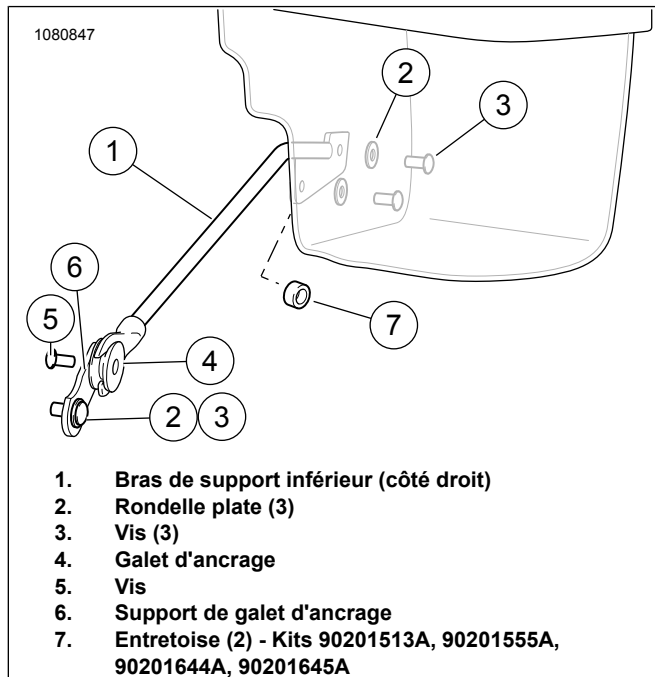

Figure 4. Support de bras inférieur
1. Voir Figure 4 . Appliquer du frein filet sur les filets de vis (3).
1. Voir Figure 4 . Poser le galet d'ancrage (4) sur le support de galet d'ancrage (6) avec la vis (5). Le galet d'ancrage doit être orienté vers l'extérieur lorsqu'il est posé sur le véhicule. Serrer.
- b. Voir Figure 4 . Si le véhicule n'est pas équipé d'appui-pieds passager, poser le support sur le cadre à l'aide de la vis (3) et de la rondelle (2). Serrer.